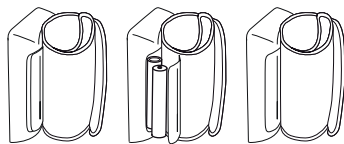

Abb. 1
- Öffnen Sie die Batterieabdeckung auf der Geräteunterseite (siehe Abb. 1). Setzen Sie die Batterien (siehe Kapitel 12 Technische Daten) ein. Achten Sie dabei auf die richtige Polarität („+“ und „-“) beim Einlegen. Schließen Sie den Batteriedeckel wieder. **12 h** bzw. **24 h** blinkt im Display. Stellen Sie nun, wie untenstehend beschrieben, Datum und Uhrzeit ein.